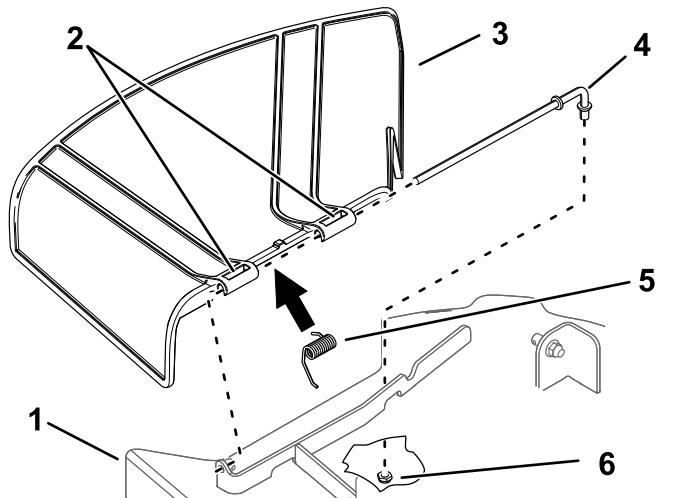

Figure 67
2. Sortez la tige de la courte cheville de positionnement, du ressort et du déflecteur d'herbe (Figure 67).
4. Montez le nouveau déflecteur d'herbe (Figure 67).
7. Insérez la tige dans le deuxième support du déflecteur d'herbe (Figure 67).
9. Fixez l'extrémité arrière de la tige dans le tablier de coupe à l'aide d'un écrou (3/8 po), comme montré à la Figure 67.
1. Retirez l'écrou (3/8 po) de la tige, sous le tablier de coupe (Figure 67).